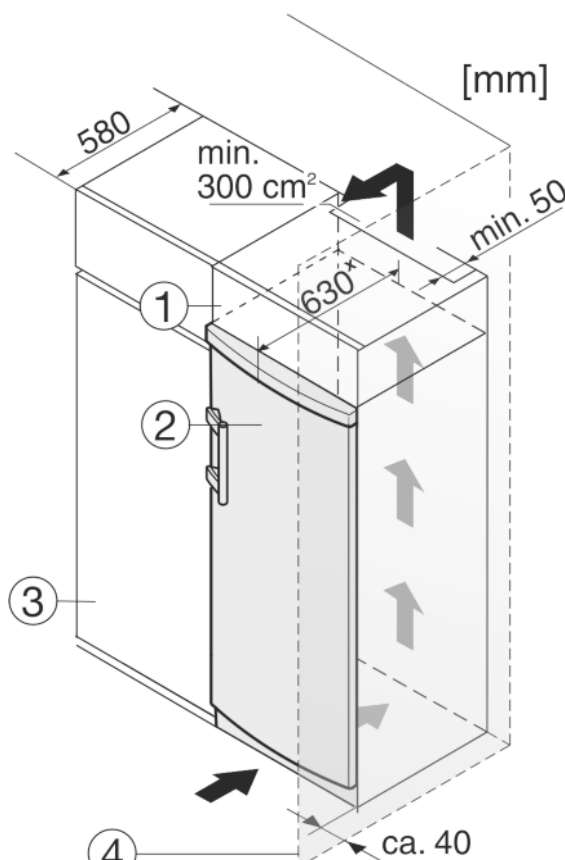

Fig. 10
L'apparecchio può essere incassato in mobili da cucina. Per adattare l'apparecchio Fig. 10 (2) all'altezza della cucina componibile, è possibile applicare sopra l'apparecchio un mobile da appoggio Fig. 10 (1).
Si la cocina posee armarios (profundidad máx. 580 mm), el aparato se puede colocar directamente junto al armario de cocina Fig. 10 (3). El aparato sobresale 34 mm^x por los lados y 50 mm^x en el centro del aparato respecto al frente del armario de cocina.
Se l'apparecchio con cerniere viene installato accanto ad una parete *Fig. 10 (4)*, la distanza minima fra l'apparecchio e la parete deve essere almeno di 40 mm, che corrisponde alla sporgenza della maniglia con la porta aperta.